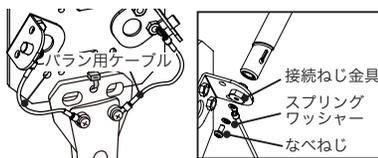

図3
- ③ ダイポールブラケットとバランをバラン用ケーブルで接続します（図3）。付属の接続ねじ金具、なべねじ（M4×8）、スプリングワッシャーでダイポールブラケットに接続します。